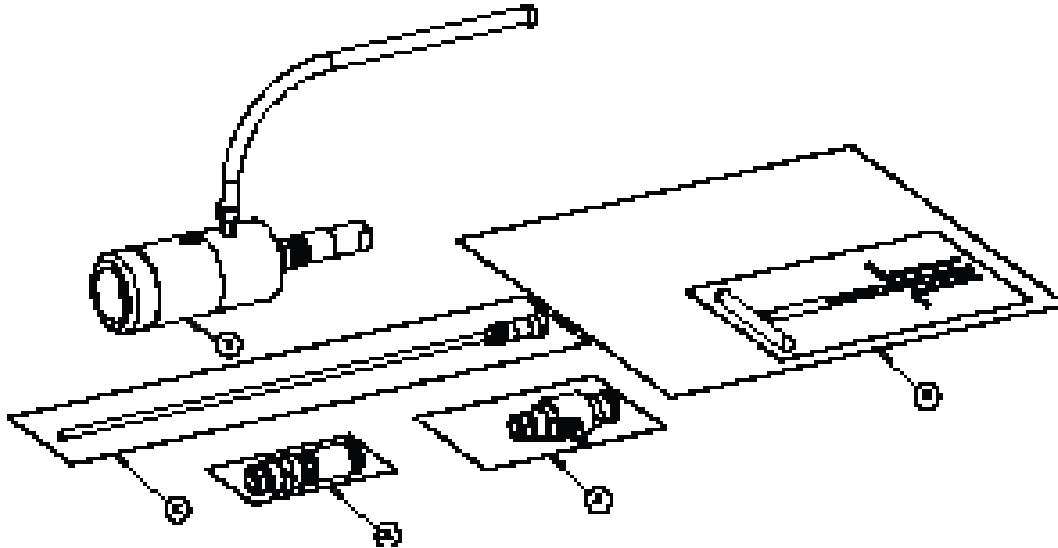

Figura 1A: Paquete de Soplete Enfriado por Aire QFA600
2. Asegurarse de localizar e identificar todos los artículos mostrados en la Figura 1A ó 1B. Si alguno de los componentes hace falta, notificar al distribuidor de equipos de soldadura Tweco o al departamento de servicio al cliente de Tweco® Products al teléfono 1-800-426-1888.